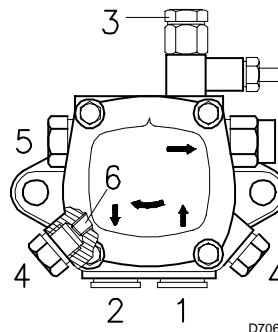

图 21
7.3 油泵 (图 21)
- 启动时，松开油泵上的螺栓 3) (图 21)，排出进油管路中的空气。